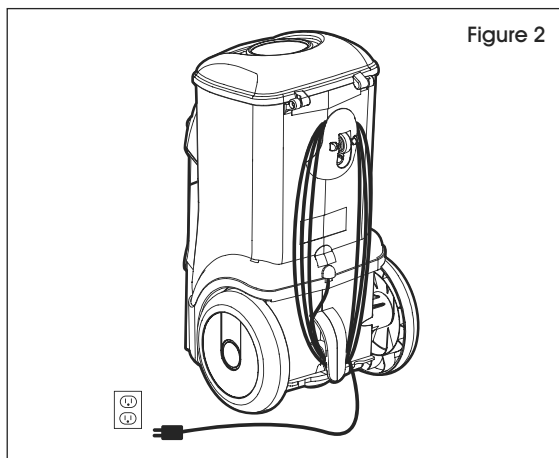

Figure 2
2. Le cordon d'alimentation est rangé sous le réservoir en l'enroulant autour des crochets à cordon d'alimentation. Le crochet avant tourne de façon à permettre le dégagement rapide du cordon. (Voir Figure 2)